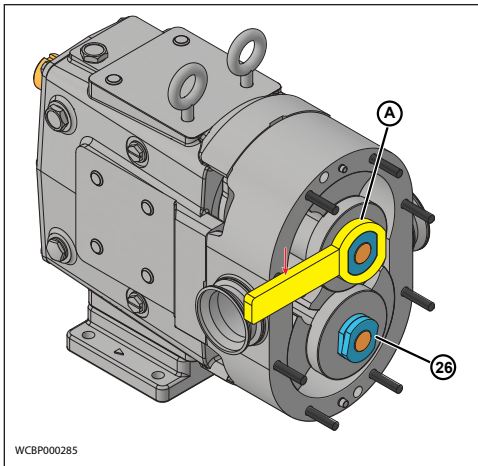

Abbildung 33 - Abnehmen der Rotorhaltemuttern
2. Entfernen Sie die Haltemuttern des Rotors (26). Verwenden Sie den Spezialschlüssel (A), welcher mit der Pumpe mitgeliefert wird, und schlagen Sie den Griff scharf mit einem weichen Hammer, um die Mutter (26) zu lösen (Abbildung 33).